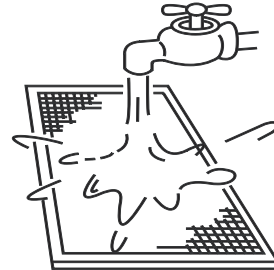

Рисунок 13.4
- б. Во время чистки водой приточная сторона фильтра должна быть направлена вниз (см. рисунок 13.4).